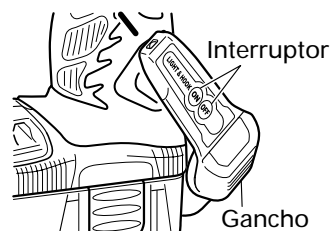

Fig. 13
- (2) La dirección de la luz se puede ajustar dentro del alcance de las posiciones 1 - 5 del gancho. (Fig. 13)